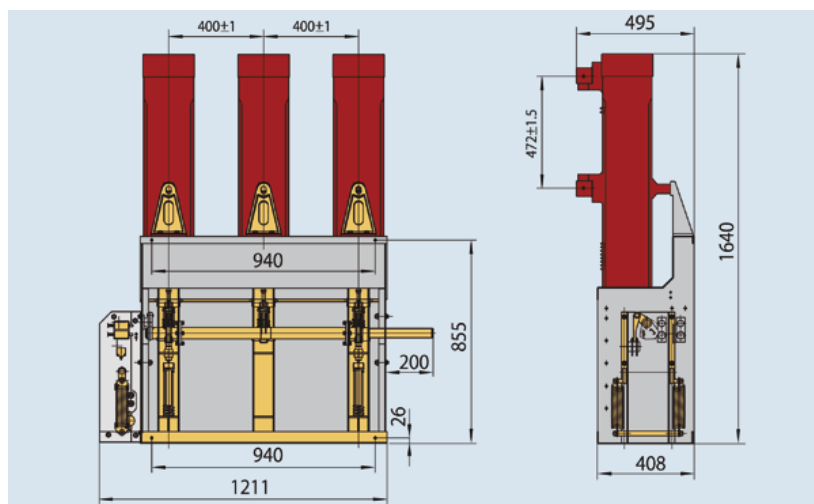

Рис. 6.3 Внешний вид и монтажные размеры выключателя стационарного исполнения
6.3 Внешний вид и монтажные размеры выключателя стационарного исполнения (см. рис. 6.3)